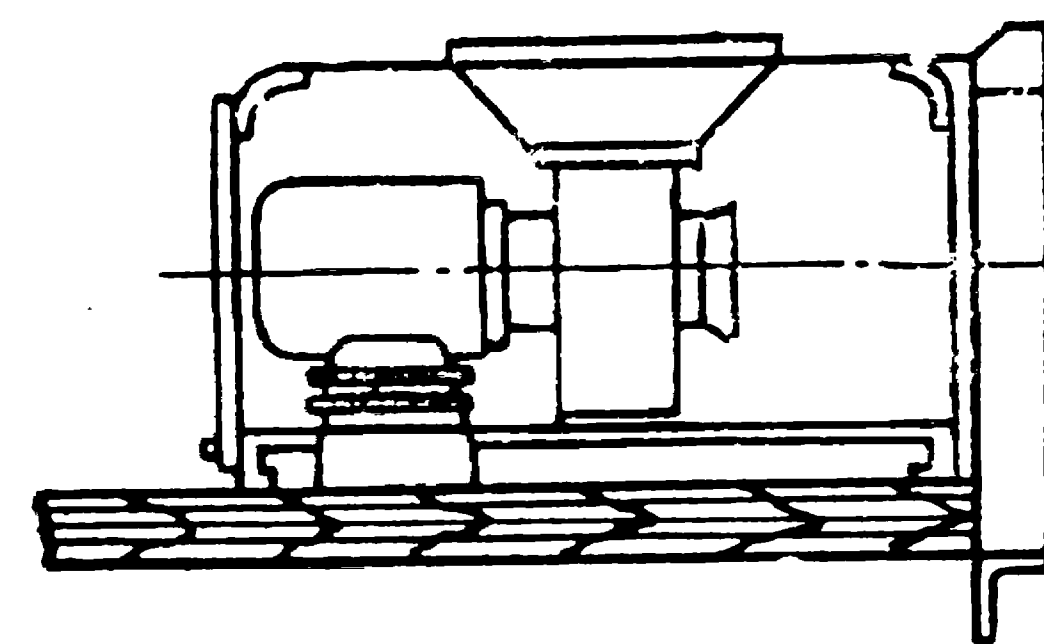

Рис. 2. Нагнетательный вентилятор в раме для аппаратуры
8. Замену подрамных электродвигателей (рис. 2) производить следующим образом: